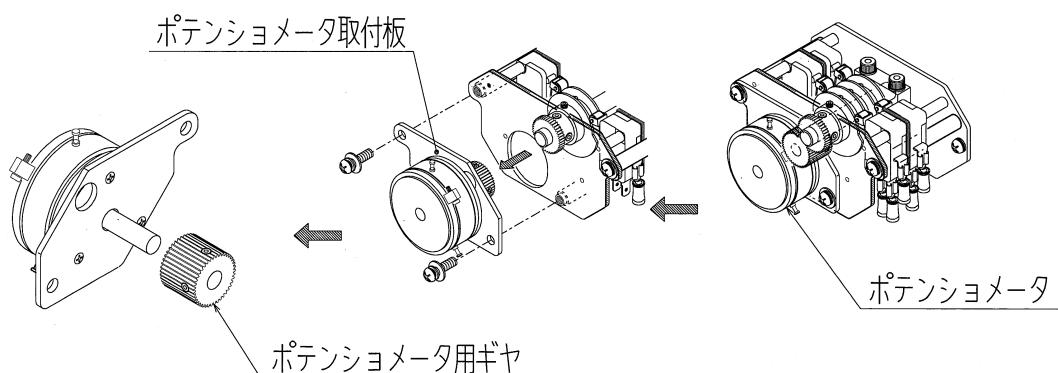

図10：ポテンショメータの取り外し
- ⑤RM端子に(+)、WM端子に(−)をテスタ(電圧レンジ)にてあて、電圧値を測定、記録します。
- ⑥ポテンショメータ本体の3端子に接続されているリード線色と端子番号を記録します。
- ⑦ポテンショメータの端子付近からリード線を切断します。
- ⑧ポテンショメータ取付板を取り外します。(図10参照)
- ⑨ポテンショメータに付いているギヤを取り外し、ポテンショメータを取付板から取り外します。